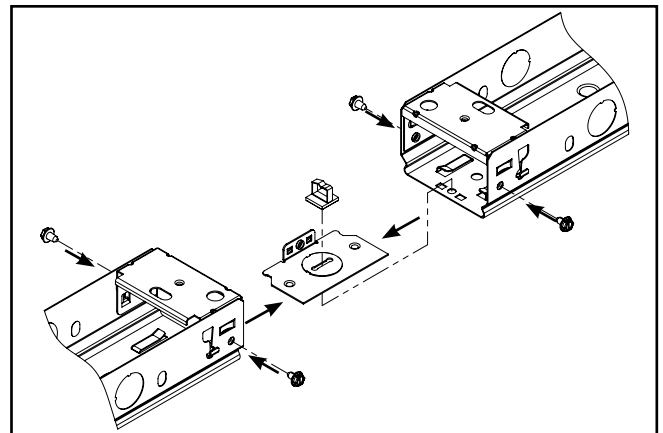

Figura 4.
3. Inserte el alineador en el canal. Inserte el portacasquillo si está pasando un arnés por la fila de luminarias (Figura 4.).
4. Coloque los tornillos en los costados de los canales (Figura 4.).